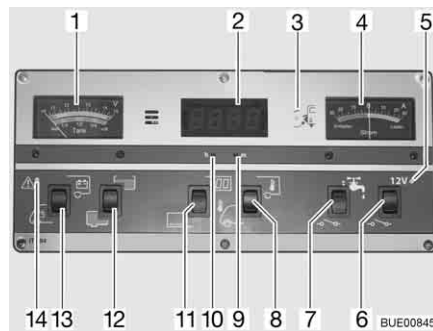

Bild 136 Panel IT 994
Beim Anzeigeeinstrument V/Tank (Bild 136,1) die obere Skala beachten. Das Anzeigeeinstrument wird automatisch beleuchtet, sobald ein Schalter gedrückt wird.
- Wippschalter (Bild 136,13) unten drücken: Die Batteriespannung der Starterbatterie wird angezeigt.
- Wippschalter (Bild 136,13) oben drücken: Die Batteriespannung der Wohnraumbatterie wird angezeigt.
Beim Anzeigeeinstrument V/Tank (Bild 136,1) die untere Skala beachten. Das Anzeigeeinstrument wird automatisch beleuchtet, sobald ein Schalter gedrückt wird.
- Wippschalter (Bild 136,12) oben drücken: Die Wassermenge wird angezeigt.
- Wippschalter (Bild 136,12) unten drücken: Die Abwassermenge wird angezeigt.
Die rote Warnleuchte ALARM (Bild 136,14) blinkt, sobald die Spannung der Wohnraumbatterie 11 V (Messung im laufenden Betrieb) unterschreitet und damit Tiefentladung droht.
- Wippschalter (Bild 136,11) oben drücken: Digitaluhr-Anzeige ist eingeschaltet. Temperaturanzeige ist betriebsbereit.
- Wippschalter (Bild 136,11) unten drücken: Digitaluhr-Anzeige und Temperaturanzeige sind ausgeschaltet.
- Mit einem dünnen Gegenstand, z. B. Kugelschreibermine, in die Öffnung für die Stundenanzeige (Bild 136,10) drücken, bis die gewünschte Stundenzahl angezeigt wird.
- Mit einem dünnen Gegenstand, z. B. Kugelschreibermine, in die Öffnung für die Minutenanzeige (Bild 136,9) drücken, bis die gewünschte Minutenzahl angezeigt wird.
- Wippschalter (Bild 136,8) oben drücken: Die Innentemperatur wird angezeigt.
- Wippschalter (Bild 136,8) unten drücken: Die Außentemperatur wird angezeigt.
Am Anzeigeelement Strom (Bild 136,4) wird ständig der aktuell fließende Batteriestrom angezeigt. Das Anzeigeelement wird automatisch beleuchtet, sobald ein Schalter gedrückt wird.
Der 12-V-Hauptschalter (Bild 136,6) schaltet das Panel und die 12-V-Versorgung des Wohnraums ein und aus.
Einschalten: ■ Wippschalter (Bild 136,6) oben drücken: Die 12-V-Versorgung des Wohnraums ist eingeschaltet. Die Kontroll-Leuchte (Bild 136,5) leuchtet grün.
Ausschalten: ■ Wippschalter (Bild 136,6) unten drücken: Die 12-V-Versorgung des Wohnraums ist ausgeschaltet. Die Kontroll-Leuchte (Bild 136,5) erlischt.
Die 12-V-Kontroll-Leuchte (Bild 136,5) leuchtet, wenn der 12-V-Hauptschalter (Bild 136,6) eingeschaltet ist.
Die gelbe 230-V-Kontroll-Leuchte (Bild 136,3) leuchtet, wenn am Eingang des Elektroblocks Netzspannung vorhanden ist.
Einschalten: ■ Wippschalter (Bild 136,7) oben drücken: Die Wasserversorgung ist eingeschaltet.
Ausschalten: ■ Wippschalter (Bild 136,7) unten drücken: Die Wasserversorgung ist ausgeschaltet.